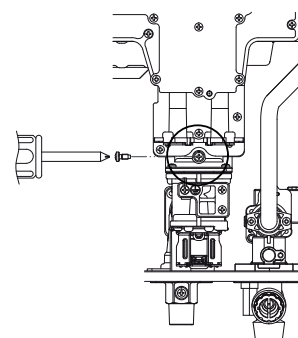

Fig.3
6. Collegare il micromanometro al punto di prelievo pressione gas (Fig.3).